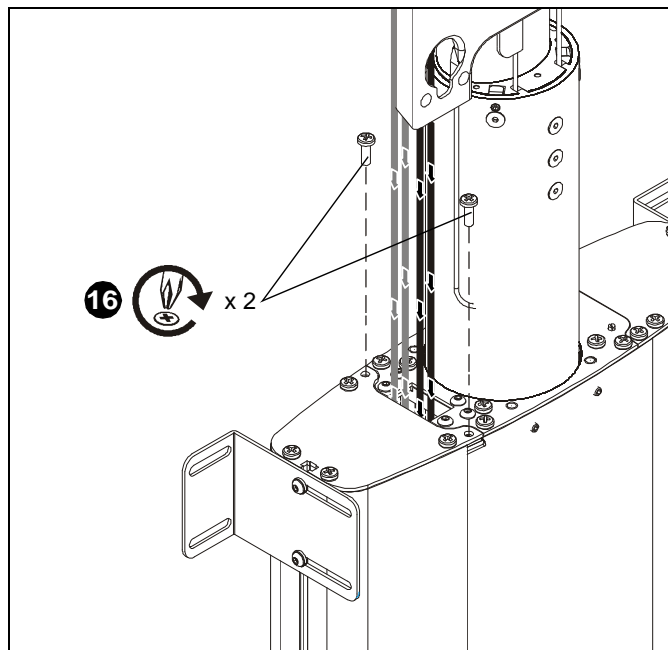

рис. 22
16. Закрепите боковую крышку направляющей кабелей на креплении CM2 с помощью двух винтов (снятых на шаге 1). (см. рис. 22)